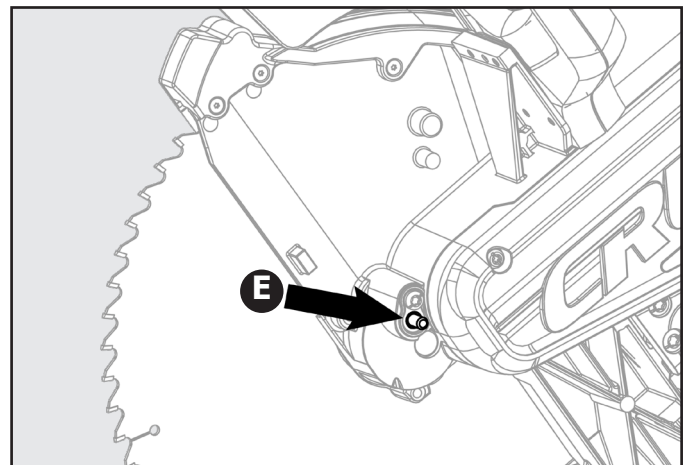

Figura 13
7. Presione el botón de bloqueo de eje (E). Consulte la Figura 13.
9. Alinee las partes planas (F) dobles de la arandela de la hoja (F) con las partes planas del eje y coloque la arandela en el eje.
10. Bloquee el eje soltando el botón de bloqueo del eje. Atornille el perno de la hoja (D), recordando apretarlo hacia la izquierda. Apriete el perno de la hoja de forma segura con la llave para hojas suministrada.